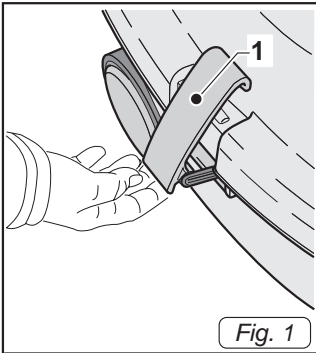
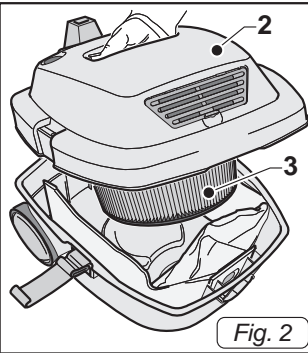

Fig. 1
Fig. 2
- Открыть защелки (1 Рис.1) и снять крышку (2 Рис.2) с двигателем и и патронным фильтром (3 Рис. 2).
- Установить обратно крышку и зафиксировать ее защелками (1 Рис.1).
- Открыть защелки (1 Рис.1) и снять крышку (2 Рис.2) с двигателем и патронным фильтром (3 Рис.2).